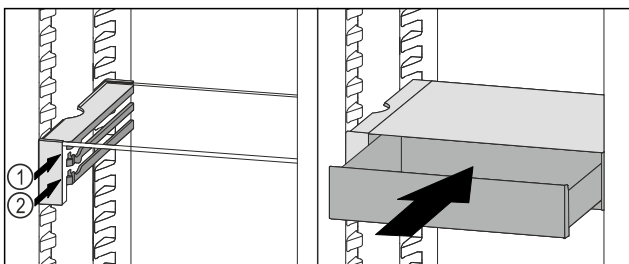

Fig. 109
- ▶ Встановити висувний ящик VarioSafe за стопорами на потрібне ребро Fig. 109 (1) або Fig. 109 (2).